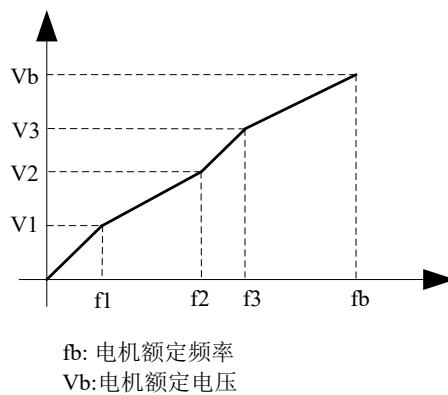

图 5-31 多点 V/F 曲线设定示意图
**转矩提升转矩截止频率：**在此频率之下，转矩提升转矩有效，超过此设定频率，转矩提升失效，具体见图 5-31 说明。